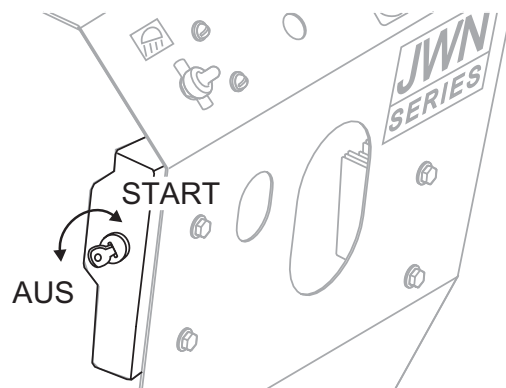

Abbildung 10. Zündschlüssel
5. Den Zündschlüssel (Abbildung 10) im Uhrzeigersinn drehen und auf das Startgeräusch des Motors achten. Den Zündschlüssel loslassen, sobald der Motor anspringt.